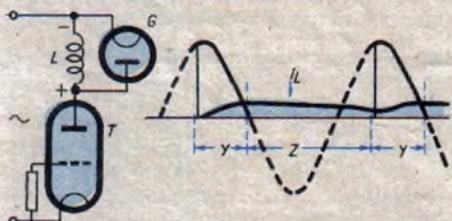

Abb. 6. Thyatron mit induktiver Belastung und dazugeschalteter Gleichrichterröhre
Wechselspannungsquelle zeigt. Nach erfolgter Zündung von T im Punkte A nimmt der Strom nur langsam zu, fließt jedoch während des ganzen Intervalles X und wird erst im Punkte B zu Null, obwohl die Wechselspannung inzwischen ihr Vorzeichen geändert hat. Dies ist auf die an L entstehende Spannung zurückzuführen, die in der angegebenen Polarität den Strom auch während eines Teils der negativen Halbperiode aufrechterhält, bis die in der Selbstinduktion aufgespeicherte Energie entladen ist. Wird nun gemäß Abb. 6 eine Gleichrichterröhre G parallel zu L geschaltet, ergibt sich ein anderer Stromverlauf. Offenbar kann nicht durch T und G zugleich Strom fließen. Es wird also nach Zündung von T zunächst wieder ein langsam ansteigender Strom durch T und L fließen, jedoch nur während des Intervalles y. Die an L entstehende Spannung hat jetzt Gelegenheit, ungehindert durch die negative Halbperiode der Wechselspannung, sich über G auszugleichen, und es fließt somit während des Intervalles z ein kräftiger Strom über G und damit auch durch L. Offenbar wird der Gesamtstrom durch
auftritt, die ebenfalls der Abb. 6 zu entnehmen ist.
b) Für den Oszillatorkreis findet man die Hilfsgrößen aus Abb. 6 und 7: a = 16, k = 14,5 und daraus  $\frac{C_s}{\Delta C} = \frac{k}{a} = \frac{14,5}{16} = 0,906$  (den gleichen Wert findet man auch